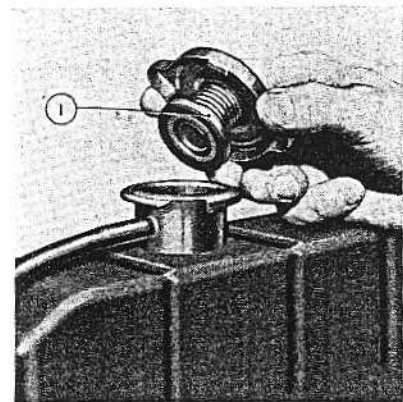

Fig. 18
2. Draai de radiateurdop LANGZAAM los (fig. 18).